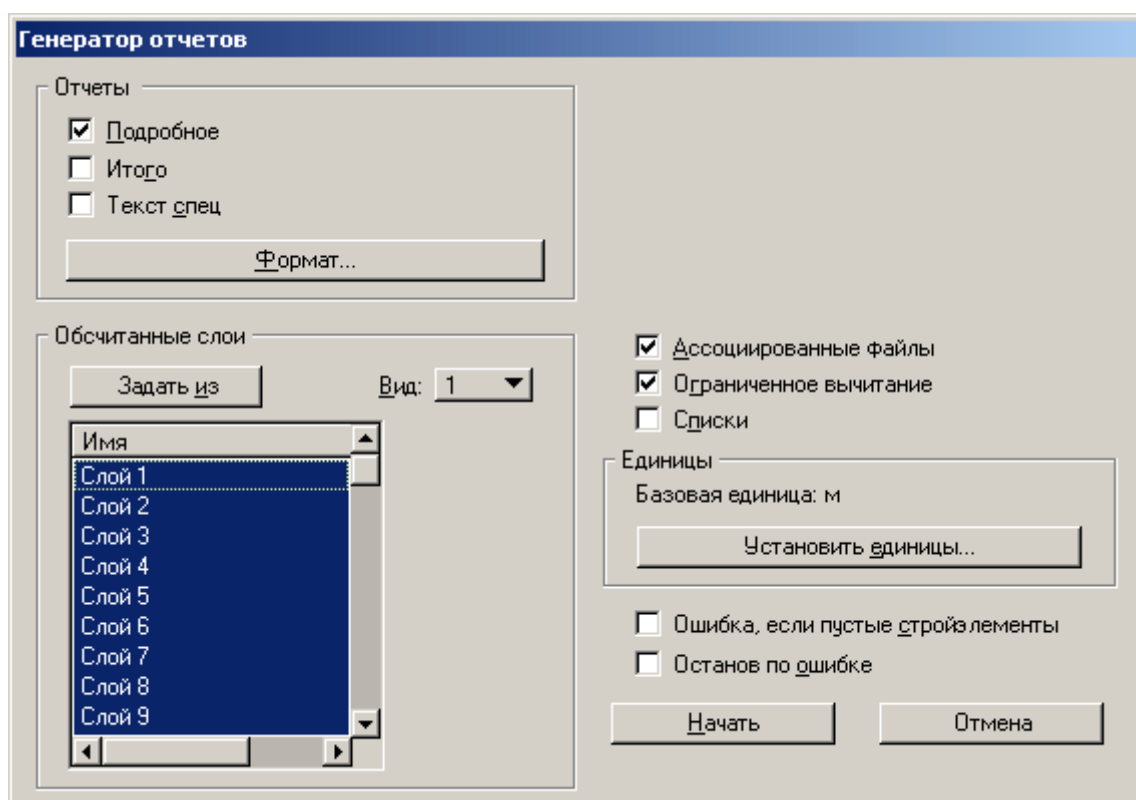

Рисунок 127
В появившемся диалоговом окне (Рисунок 127) установить следующие параметры:
- Остальные параметры по умолчанию (как на Рисунок 127).